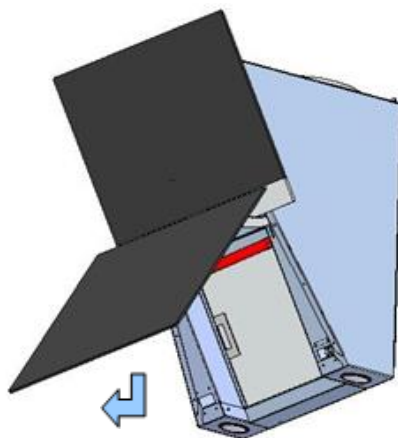

Рис. 2
1. Откройте стекло, потянув его за нижнюю кромку к себе (рис. 2).